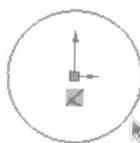
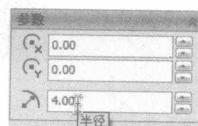

图 2-1-5
图 2-1-6
③ 点选该圆，并在左栏圆绘制特征树中设置半径为 4mm，如图 2-1-5、图 2-1-6 所示。
注：图 2-1-6 中 3 个参数设置选项由上而下依次为圆心在 X 轴上的坐标，圆心在 Y 轴上的坐标，所绘圆半径。